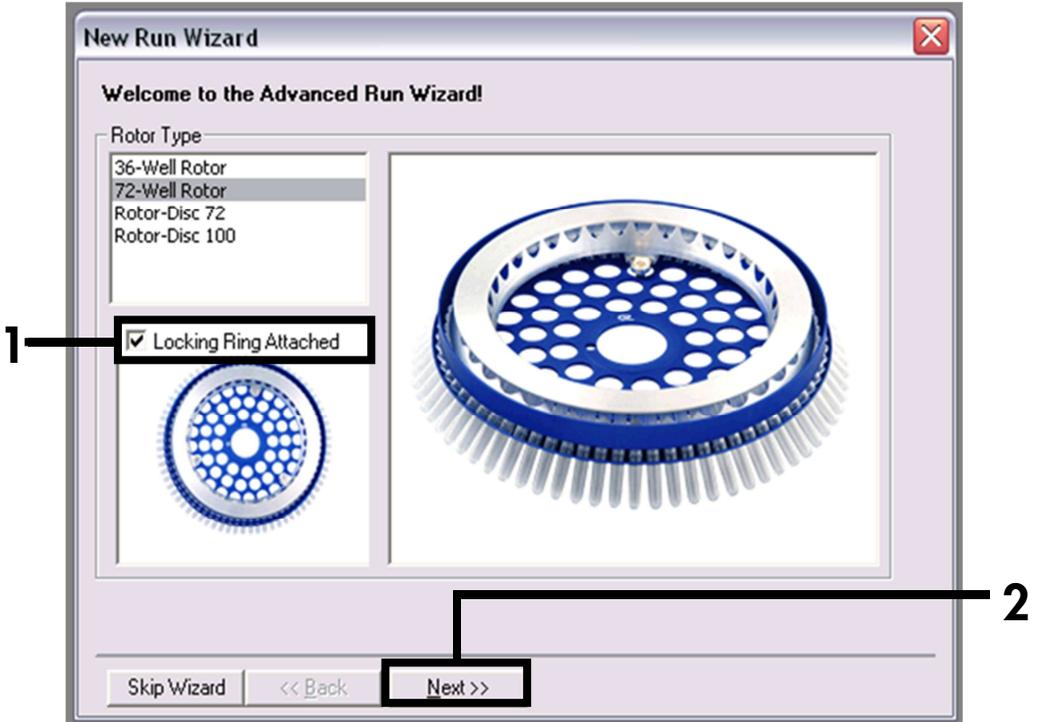
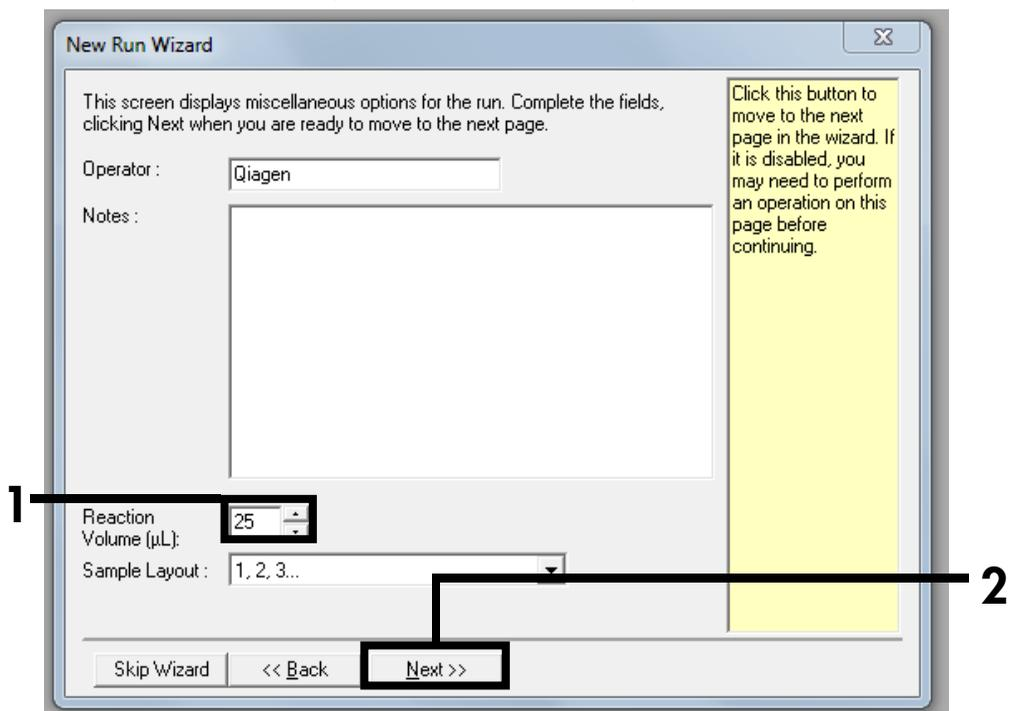

Figura 2. Cuadro de diálogo "New Run Wizard".
Figura 3. Configuración de los parámetros generales del ensayo.
Configuración de los parámetros generales del ensayo	Figura 2, Figura 3
7. En primer lugar, abra el cuadro de diálogo "New Run Wizard" (Asistente para nueva serie) (**Figura 2**). Marque la casilla "Locking Ring Attached" (Anillo de bloqueo acoplado) y haga clic en "Next" (Siguiente).
8. Seleccione 25 en el campo del volumen de reacción y haga clic en “Next” (Figura 3).